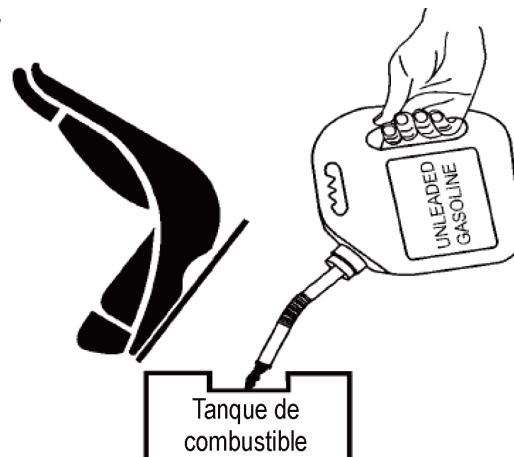

Figura 12. Añadiendo combustible
5. Preste atención a la capacidad del tanque de combustible al rellenarlo (Figura 12) Refiérase a la capacidad del tanque enlistada en la tabla 1 de especificaciones del Rodillo vibratorio AR-15H.